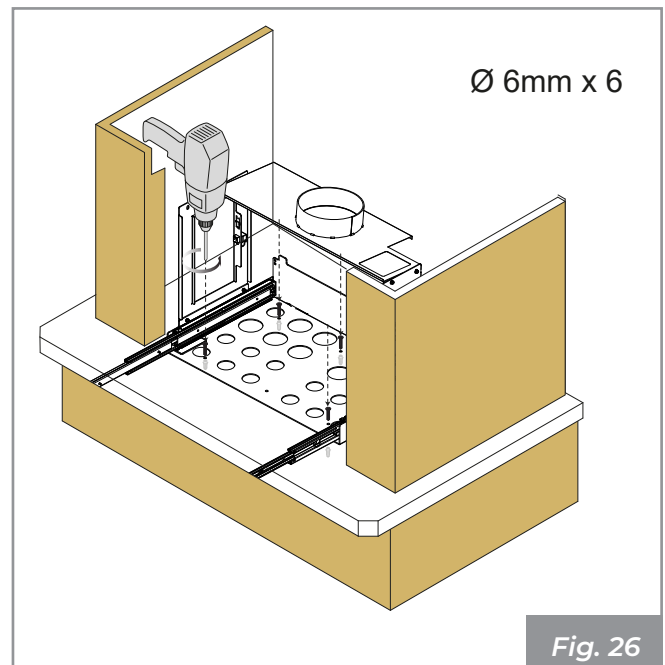

Fig. 26
- Insérer des chevilles de 6 mm dans les trous percés et fixer la base à l'aide des vis (non fournies). (3) - (**Fig. 26**).